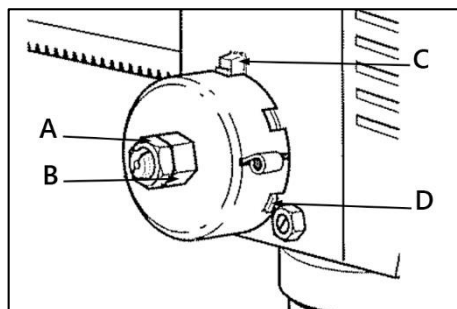

Рисунок 14.
Поместите отвертку в нижний передний паз (D) корпуса пружины (рис. 14) и удерживайте в таком положении во время откручивания и снятия внешней гайки (A).